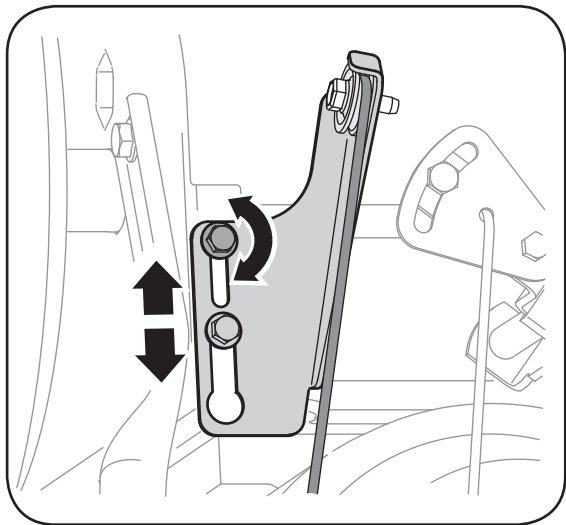

Figure 15
4. Si un réglage est nécessaire, desserrez l'écrou à six pans inférieur sur le support indexé du câble de transmission et relevez (ou abaissez) le support selon le besoin. Voir la Figure 15. Serrez l'écrou à six pans inférieur pour maintenir le support à la position correcte.